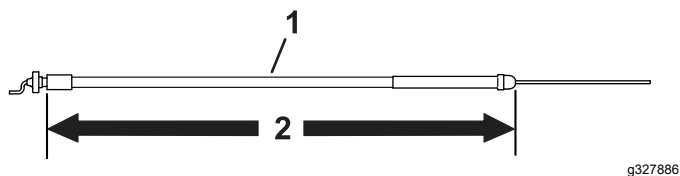

Figura 8
- Utilize o cabo do acelerador que tenha 172,2 cm de comprimento para uma unidade de tração modelo 04035, 04037, 04056 ou 04060; consulte a Figura 8.